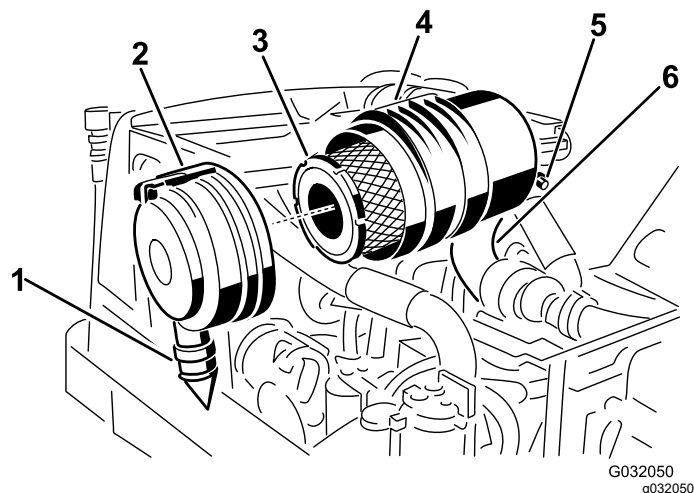

图 44
7. 安装盖子时将橡胶排气阀位置朝下——即从末端看介于5点钟至7点钟位置之间并用门锁固定图44。
2. 拆下主滤芯图44。
3. 更换主滤清器图44。